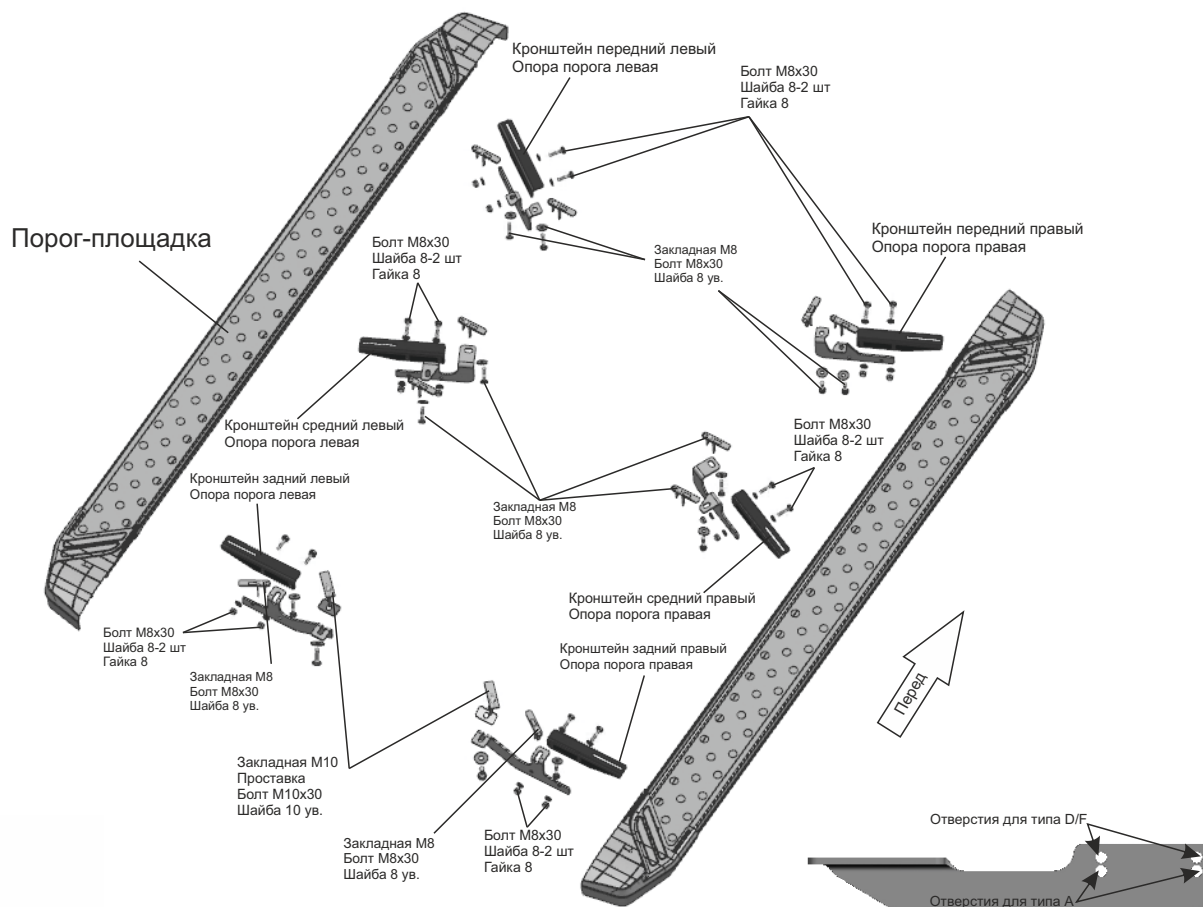

Рис. 1
8. Скрепить между собой опоры порога и кронштейны болтами М8х30 с шайбами 8 и гайками М8 (Рис.1, Рис. 7).